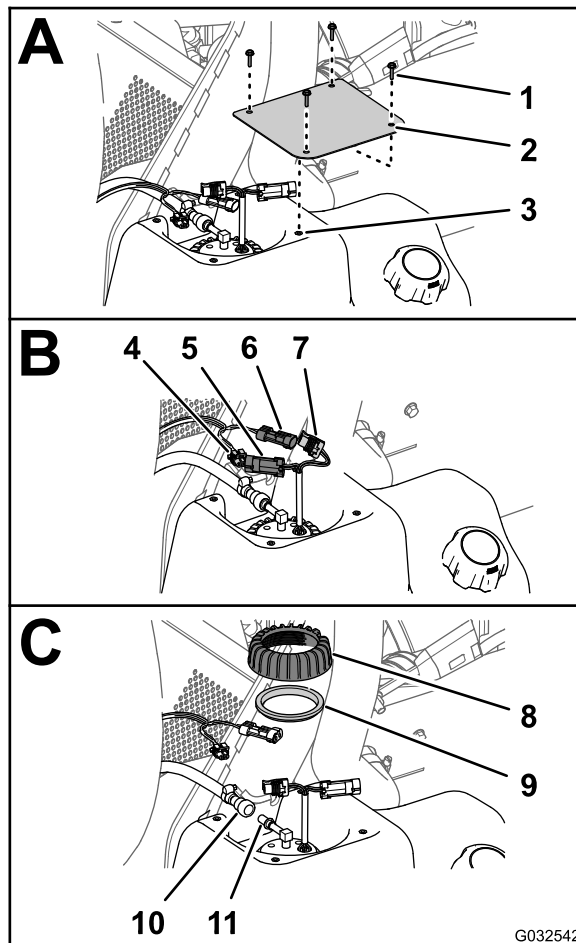

Figure 78
2. Sur le réservoir de carburant, retirez les 4 vis (n° 10 x 3/4 po) qui fixent le couvercle au sommet du réservoir et déposez le couvercle (Figure 78).
carburant/transmetteur; débranchez le connecteur à 2 broches du faisceau de la machine du connecteur à 2 broches de la pompe à carburant/transmetteur (Figure 78).
- Éloignez le manchon de verrouillage du raccord du flexible de carburant du raccord de la pompe à carburant/transmetteur, et débranchez le raccord du flexible du raccord de la pompe (Figure 78).
- Tournez l'écrou de la pompe à carburant/transmetteur dans le sens antihoraire et déposez l'écrou et le joint (Figure 78).